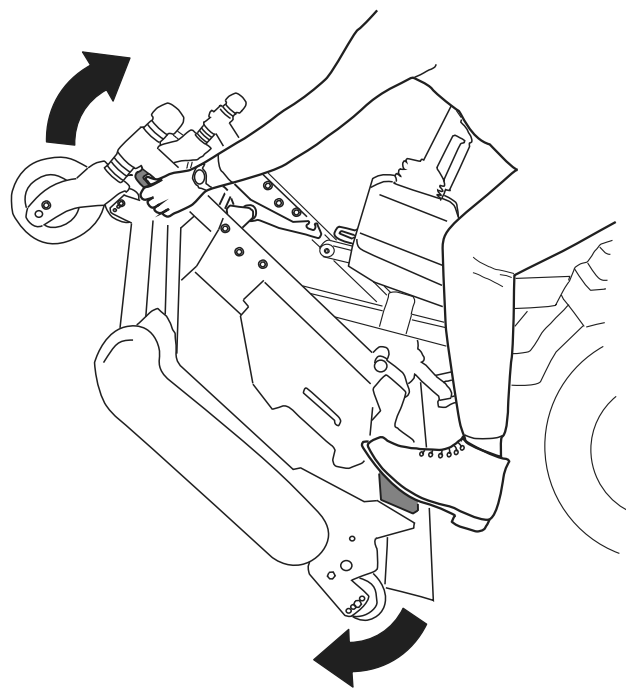
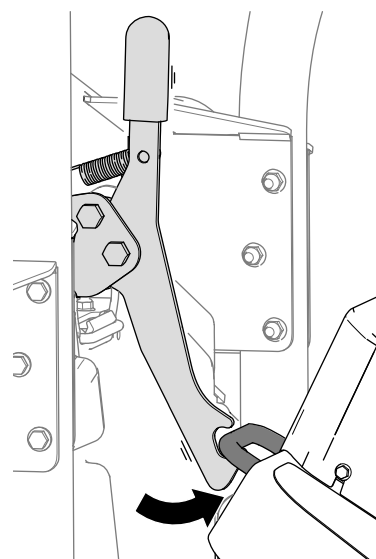
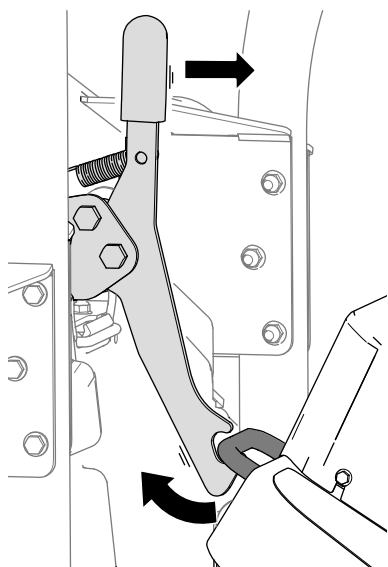

Figura 39
Figura 40
Figura 41
5. Ruotate l'apparato di taglio (Figura 39) in modo tale che il fermo si inserisca nella staffa di ancoraggio (Figura 40).
1. Rilasciate il fermo dell'apparato di taglio dalla staffa di ancoraggio (Figura 41) ruotando l'apparato di taglio leggermente in avanti (fate riferimento a Figura 39) e tirando la maniglia del fermo in avanti.